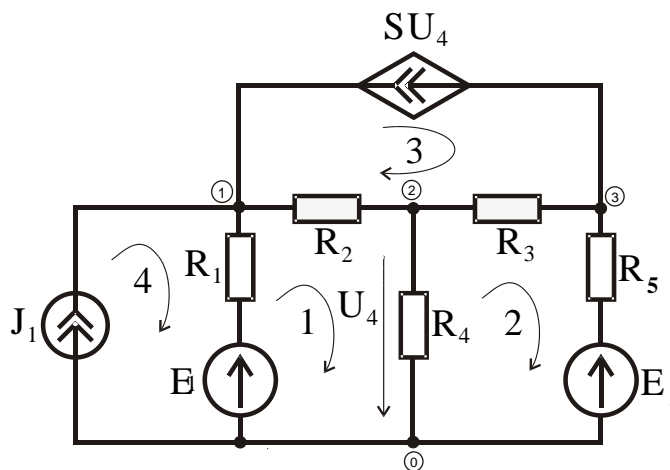
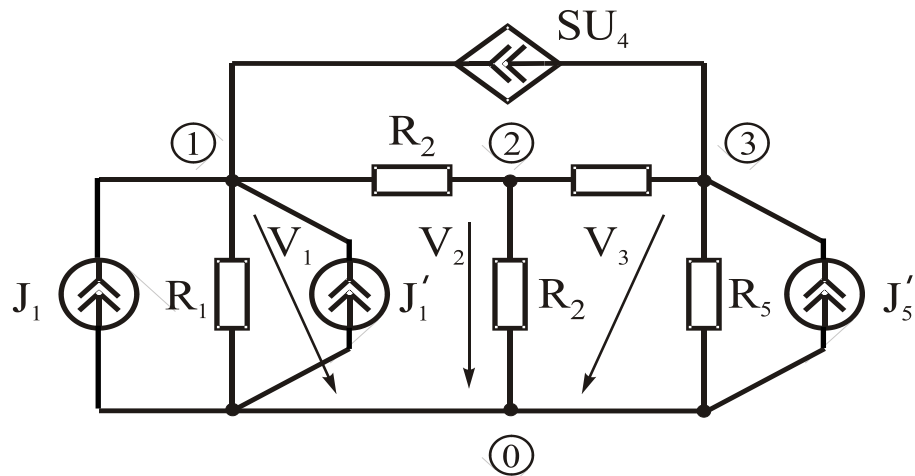

Рис. 1
Рис. 2
1. Записать систему уравнений по законам Кирхгофа для цепи, показанной на рис. 1.
2. Записать систему уравнений по методу узловых напряжений для схемы, показанной на рис. 1.
Решение. Преобразуем цепь на рис. 1 к виду, удобному для анализа методом узловых напряжений. Последовательную ветвь источник напряжения – резистор преобразуем в параллельную ветвь с источником тока (рис. 2). Источник тока, управляемый напряжением, не требует отдельного преобразования.
Матрица узловых проводимостей цепи, показанной на рис. 2: